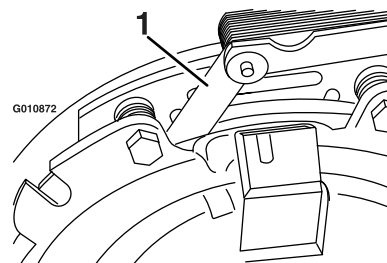

**Figura 90**
- B. Usando un alicate de punta fina, o a mano, sujete la pestaña y retire el suplemento (Figura 90).
Retire cualquier acumulación de hierba, suciedad u otros residuos de la rejilla del motor. Esto ayuda a asegurar una refrigeración adecuada y una velocidad de motor correcta, y reduce la posibilidad de sobrecalentamiento y daños mecánicos al motor (Figura 90).